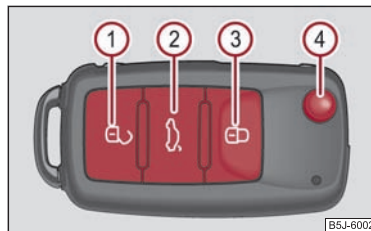

Abb. 30 Funkschlüssel
- Drücken Sie die Taste  ⇒ Seite 40, Abb. 30 etwa 1 Sekunde lang.
- Drücken Sie die Taste  etwa 1 Sekunde lang ⇒ Seite 40, Abb. 30.